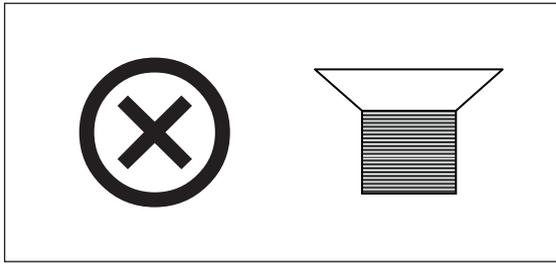

Fig. 8-4: Attache de pince
1. Placer la pince sur la plateforme en faisant coïncider ses trous de montage avec ceux de la plateforme. Attacher la pince avec les vis à tête plate Phillips fournies (#S2116-3051, 10– 24 x 5/16 pouces). Pour vous aider à identifier les vis adéquates, (voir Fig. 8-4 à la page 44), étant donné que 3 différents types de vis sont fournis avec les pinces.